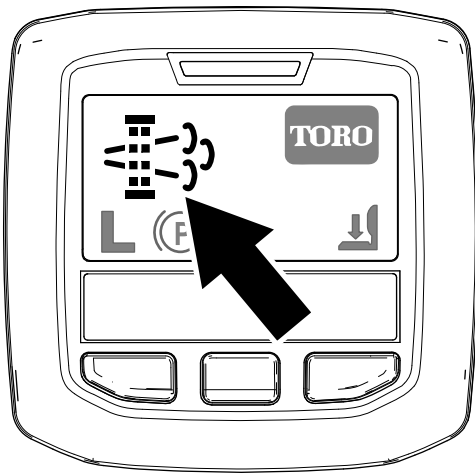

Figura 45
- El icono de regeneración con la máquina aparcada aparece en el InfoCenter (Figura 45).